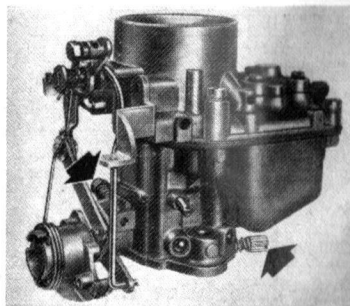

Fig. 25
7. Regolazione minimo motore. Prima di effettuare la regolazione del minimo, il motore dovrà aver raggiunto la sua normale temperatura di esercizio. La vite di arresto della valvola a farfalla (fig. 25) regola il numero di giri del minimo. Ruotando tale vite in senso orario si aumenta il regime di minimo che dovrà essere compreso fra 650-700 giri-min. La vite di regolazione della miscela (fig. 25) varia il volume della miscela benzina/aria. La giusta taratura di tale vite dovrebbe essere approssimativamente di un giro e mezzo rispetto alla posizione di totale chiusura. Se per una qualsiasi ragione occorre regolare la miscela ricordarsi sempre che il motore girerà più « tondo » quando la regolazione è stata effettuata in modo ideale.